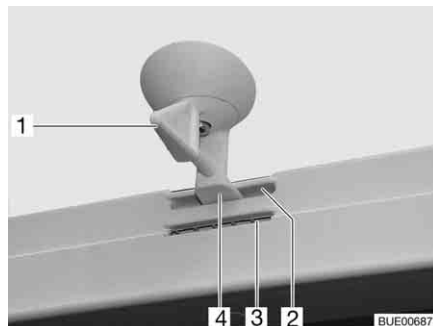
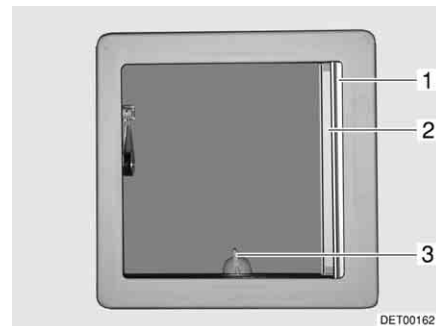

Fig. 67 Oblò inclinabile, bloccaggio
Fig. 68 Oblò inclinabile
- Ruotare la leva (Fig. 67,1 o Fig. 68,3) di un quarto di giro.
- Girare la leva di un quarto di giro. Il bloccaggio (Fig. 67,4) deve entrare nella feritoia inferiore (Fig. 67,3).
- Girare la leva di un quarto di giro. Il bloccaggio (Fig. 67,4) deve entrare nella feritoia superiore (Fig. 67,2).
- Tirare la tendina oscurante pieghevole (Fig. 68,1) fino alla posizione desiderata e rilasciare. La tendina oscurante pieghevole rimane in questa posizione.
- Estrarre la zanzariera a rullo (Fig. 68,2) fino a quando non scatta il bloccaggio dalla parte opposta.